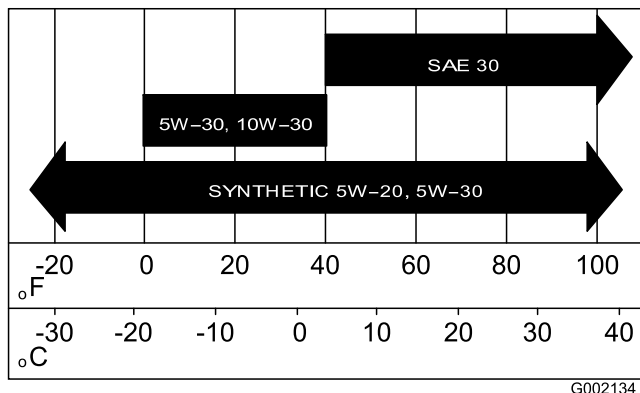

Figure 31
5. Remplissez le carter d'huile neuve du type et de la viscosité spécifiés ; voir Figure 31 sous Vidange et remplacement de l'huile (modèles 07273 et 07273TC) (page 30).